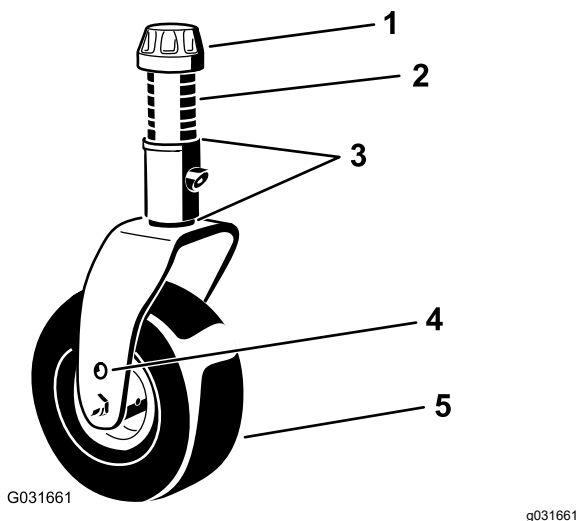

Figura 8
Poziționați axele rolor în aceleși orificii în ambele furci. Consultați Figura 8 și Figura 9 pentru a determina orificiile corecte pentru setare.
1. Îndepărtați capacul de tensionare de pe arborele axului (Figura 8) și glisați axul în afara braului rolei. Amplasați cele 2 garnituri de reglare pe arborele axului așa cum au fost montate inițial. Aceste garnituri de reglare sunt necesare pentru a atinge un nivel pe toată lățimea unităților de tăiere.
2. Glisați numărul corespunzător de distanțiere pe arborele axului pentru a obține înălțimea de tăiere dorită (Figura 8).